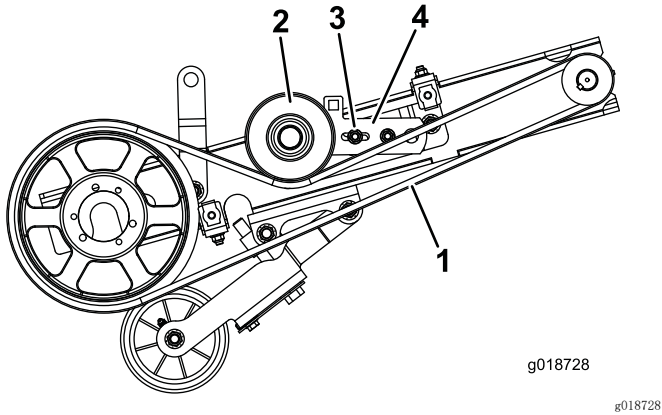

图24
1. 卸下将惰轮皮带轮支架固定到张紧力调节支架的螺母和螺栓（支架中长圆孔内的螺栓）（图24）。
4. 卸掉下皮带防护罩和滚刀驱动皮带（图24）。